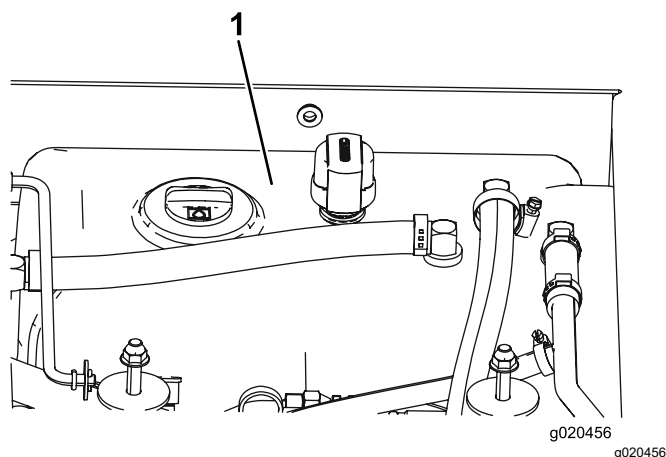

Bild 79
- Füllen Sie den Hydraulikbehälter (Bild 79) mit Hydrauliköl, siehe Prüfen des Hydrauliköls (Seite 70).